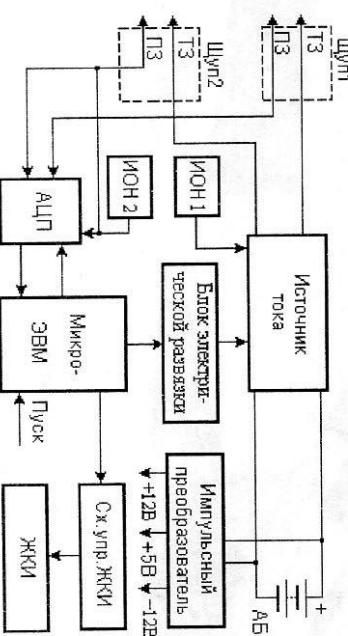

Рис. 1
1.4.1. Блок-схема прибора приведена на рис. 1.